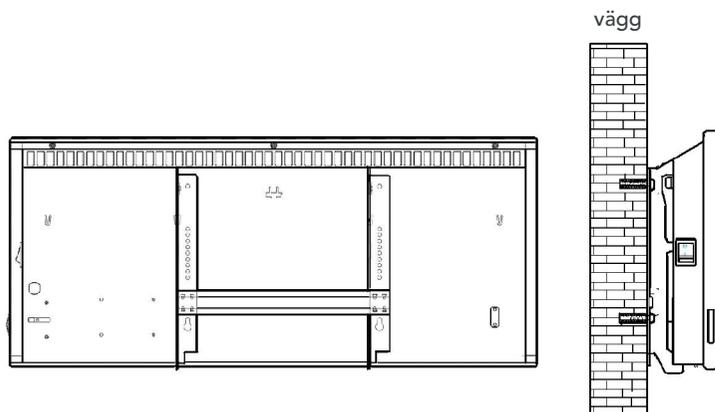

Fig. 6
- 5 Montera elementet på fästet. Se till att fästets krok griper tag i spåret i elementets nedre del. Rikta in de två klämmorna på fästet med spåren på elementets baksida. Tryck in elementet mot klämmorna och fäst fast (fig. 6)